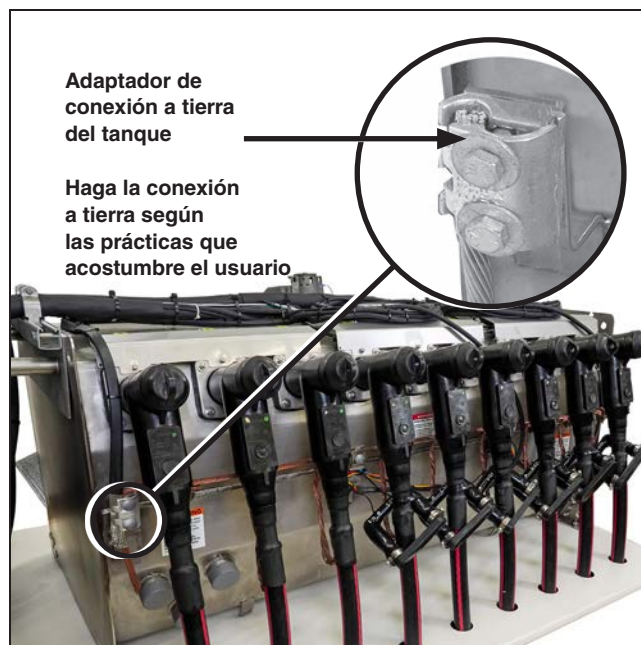

Figura 81. Adaptador de conexión a tierra.
PASO 1. Conecte los hilos del neutro concéntrico aterrizado del cable al sistema de conexión a tierra, según sea apropiado. Ver Figura 81.